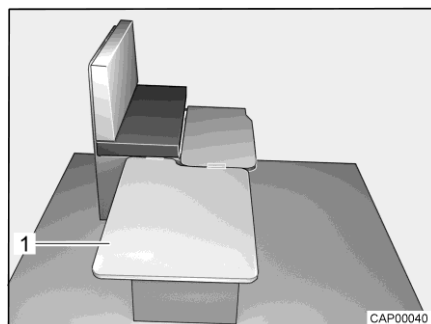

Fig. 37 Durante la transformación
- Enganchar la tabla de apoyo (Fig. 37,1) lateralmente en el banco y colocarla en la mesa.